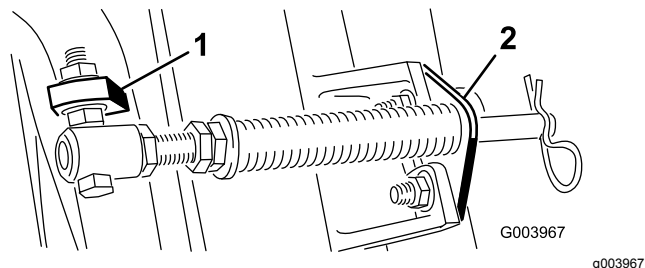

図 6
- C. スプリングチューブのボルトを、反対側のキャリアフレームのタブに取り付け、フランジナットで固定する。図 6 に示すように、ボルトの頭部がタブの外側を向くように取り付けること。
- D. カッティングユニットのタブにロッドブラケットを取り付け、キャリッジボルト2本とナットで固定する 図 6。